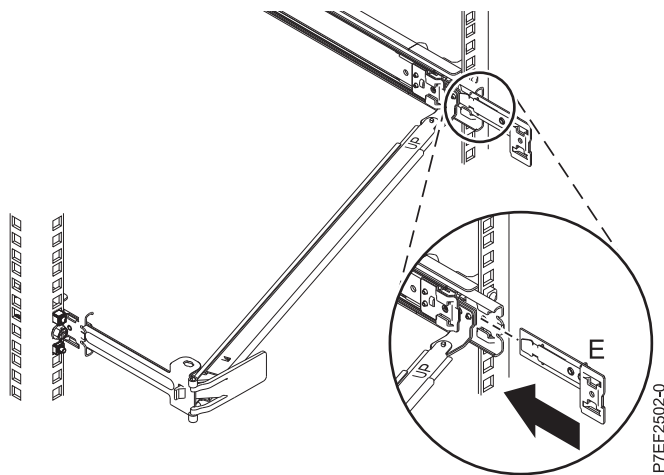

図 13. 拡張ブラケットをスライド・レールに取り付ける
5. バネ仕掛けのピンが所定の位置に収まるまで拡張ブラケット (E) を右スライド・レールに滑り込ませます。詳しくは、図 13 を参照してください。